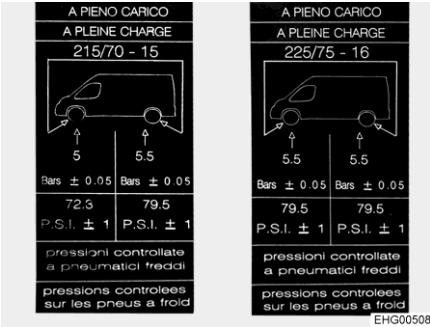

Bild 116    Hinweisaufkleber zum Reifendruck an B-Säule (Beispiel)
- ▷ Hinweisaufkleber mit dem benötigten Reifendruck sind auf der Innenseite der B-Säule angebracht (siehe Bild 116).